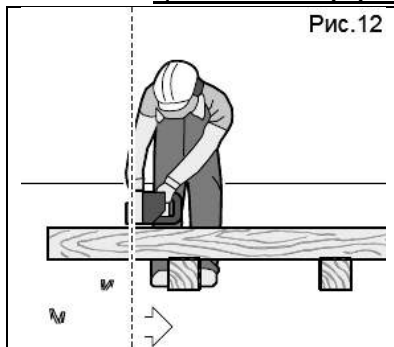

Рис.12
- Укладывайте ветвь/доску, как это показано на рисунке, и обеспечьте его опору так, чтобы распил не сужался, и пильная цепь не могла зажиматься (рис. 12).